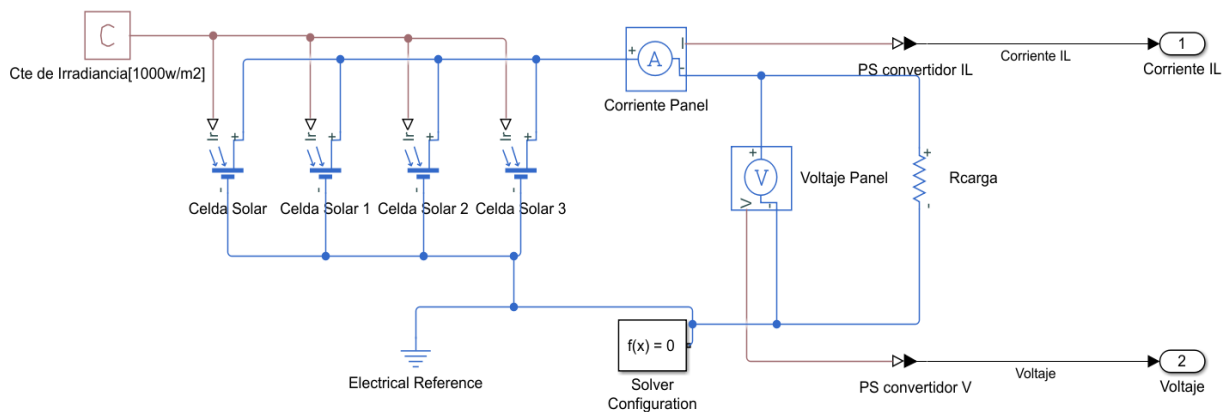

Fig. 21. Diagrama de conexión con cuatro paneles en paralelo y una carga resistiva.
7. Coloque los bloques *Celda Solar* en conexión paralelo, referirse a la **Fig. 21**.